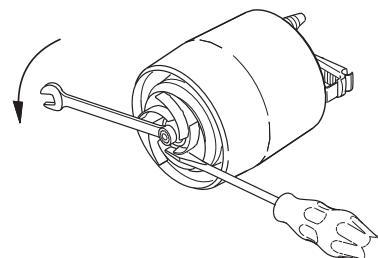

Fig. 13 Sådan afmonteres løberen
6. Skru møtrikken (nøglevidde 13 mm) på motorakslen af. Brug en skruetrækker til at forhindre at løberen drejer rundt. Se fig. 13.